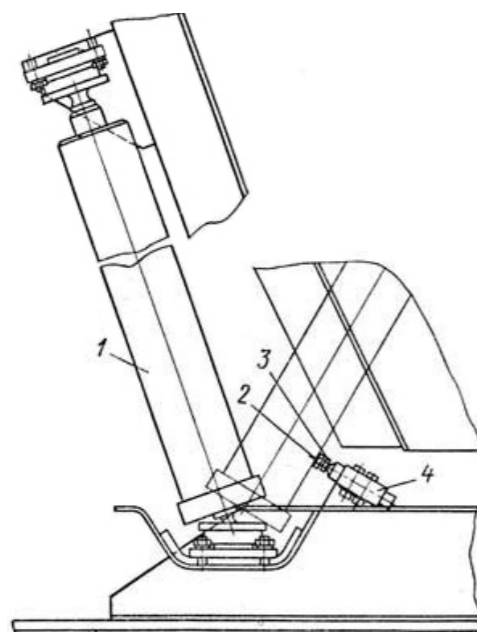

Рис. 7
При эксплуатации полуприцепа самосвального следует периодически проверять состояние и правильность регулировки клапана ограничения подъема кузова. Клапан **4** (Рис. 7) должен быть надежно закреплен на кронштейне, расположенном на раме, регулировочный винт **2** - застопорен контргайкой **3**. Шток клапана не должен быть искривлен, течи масла из-под уплотнения штока и по резьбовым соединениям трубопроводов не допускаются. При правильно отрегулированном клапане, угол подъема кузова составляет 45°. В случае необходимости регулировка угла подъема кузова должна производиться в такой последовательности:
1. Отвернуть контргайку **3** регулировочного винта **2** (Рис. 7).